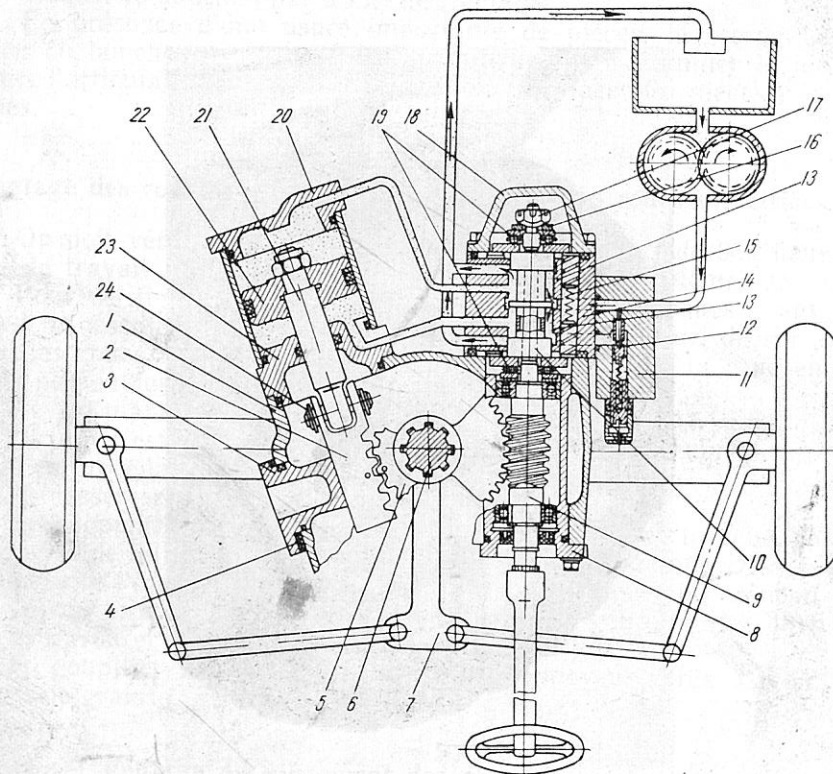
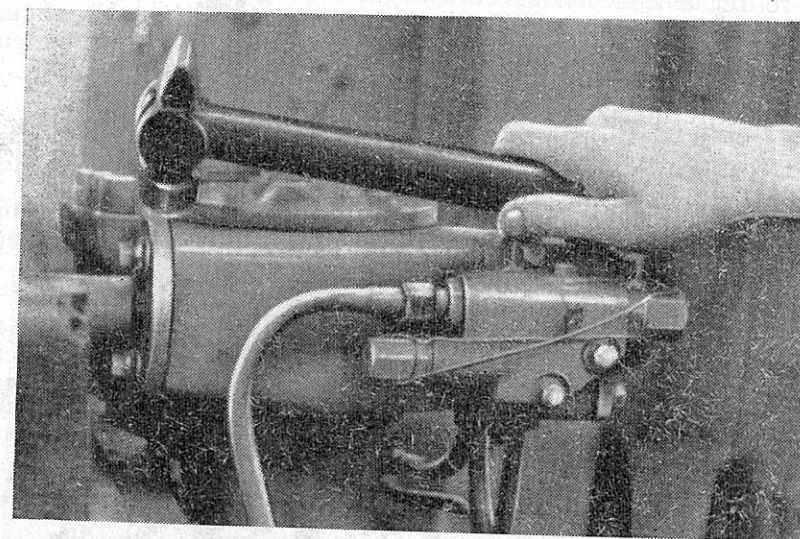

Fig. 49. Schéma de la servo-commande de direction (vue de dessus)
Fig. 51. Réglage de l'engrènement vis sans fin-secteur denté de la servo-direction
(fig. 49, 50)
- 3) desserrer les boulons de fixation de la douille de réglage 8 (fig. 49). Par des coups légers de maillet sur la bride de la douille, la faire tourner dans le sens des aiguilles d'une montre (vue en sens de marche du tracteur) jusqu'à obtenir un engrènement sans jeu dans la position extrême gauche ou droite du levier pendant (fig. 51). Tourner ensuite la douille de réglage en sens contraire jusqu'à obtenir un jeu minimal permettant une rotation douce et continue du volant d'une butée jusqu'à l'autre, sous l'action d'une force de 1,5 à 2,5 kg appliquée à la jante du volant. Resserrer le boulon de fixation de la douille;
- Pour régler l'engrènement secteur denté-crémaillère, il est nécessaire de diminuer l'épaisseur du jeu de cales de réglage 4 (fig. 49) sous la bride de la butée 3 pour obtenir un jeu minimal dans l'engrènement assurant la rotation douce et continue du vo-